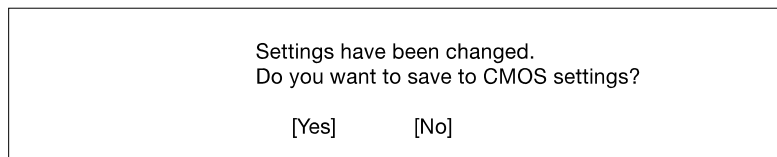

Abbildung 3-15 Bildschirm zum Beenden von Setup (Exit Setup)
2. Drücken Sie **Esc**, um wieder das Menü **System Security** anzuzeigen, und drücken Sie erneut **Esc**, um Setup zu beenden. Der Bildschirm **Exit Setup**, der in Abbildung 3-15 abgebildet ist, wird angezeigt.